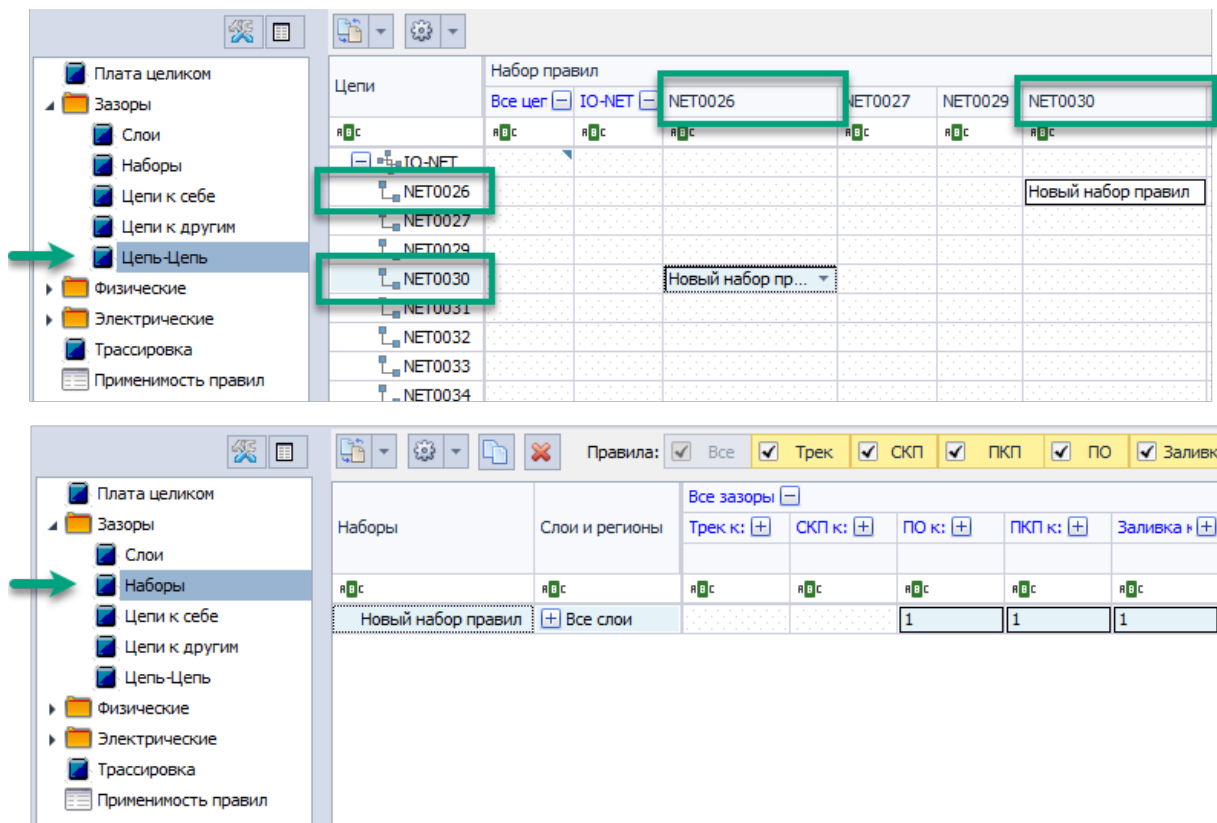

Рис. 56 Тип «Создать набор правил и применить»
- **Создать набор правил и применить** – созданный набор правил будет помещен в качестве шаблона в раздел «Наборы», а также применен для цепей, на основании правил которых был создан, Рис. 56.